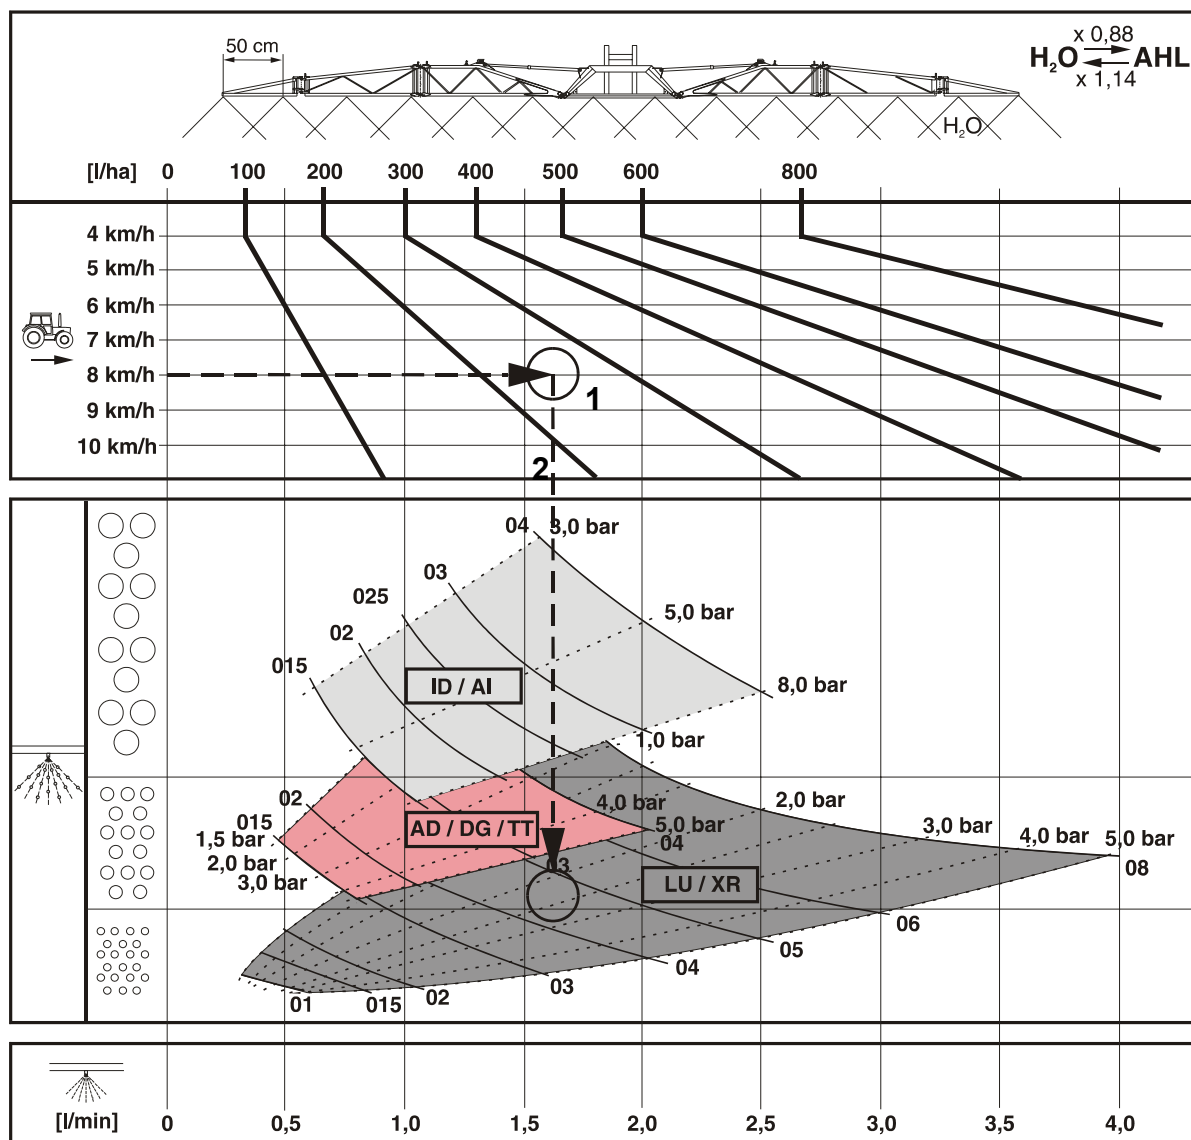

Bild 228
- Bild 228 ger information för val av lämpligaste munstycke. Munstyckstypen bestäms av
1. Markera skärningspunkten (Bild 228/1) för erforderlig vätskemängd (**250l/ha**) och avsedd körhastighet (**8 km/h**).
2. Dra en lodrät linje (Bild 228/2) nedåt från skärningspunkten (Bild 228/1). Beroende på skärningsspunktens läge, skär den lodräta linjen duschkvaliteten för respektive munstycke.